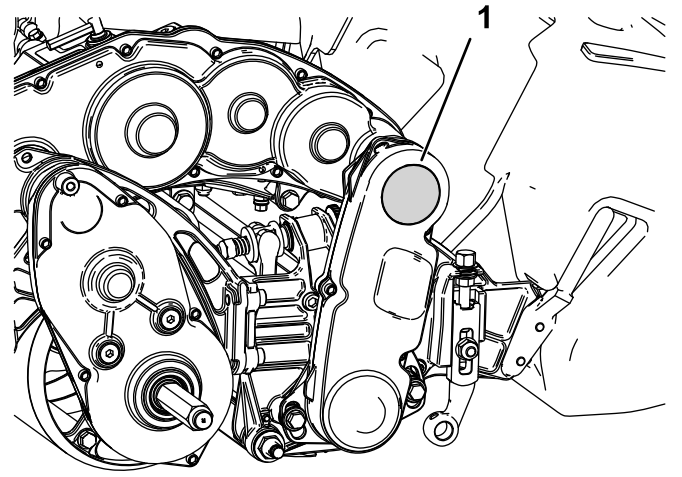

Figura 5
1. Rimuovete il tappo dalla parte superiore del gruppo di trasmissione dei cilindri (Figura 5).